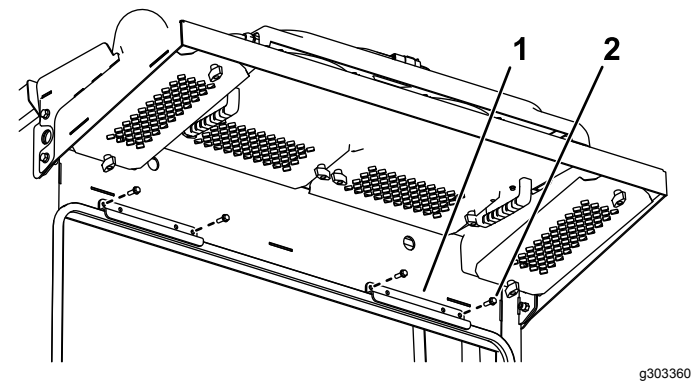

Рисунок 8
5. Снимите крепежные кронштейны с верхней части заднего ветрового стекла (Рисунок 8).